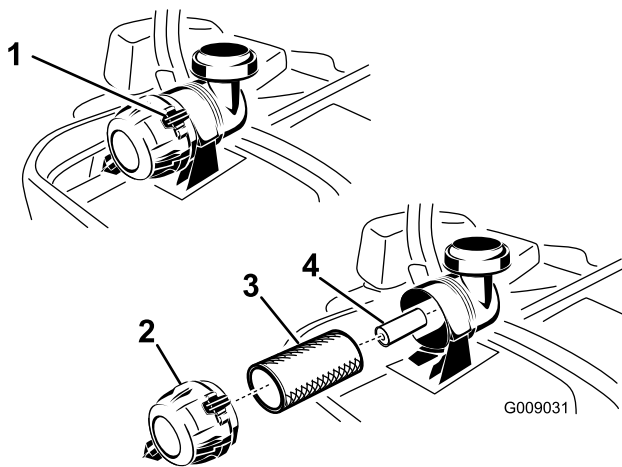

Figura 50
3. Empurre para soltar os grampos de retenção no filtro do ar e puxe a cobertura para fora do corpo do filtro (Figura 50).
5. Deslize suavemente o filtro principal para fora do corpo do filtro (Figura 50). Evite que o filtro bata na parte lateral do corpo.
1. Não limpe o filtro de papel, substitua-o (Figura 50).
2. Se substituir o filtro secundário, deslize-o cuidadosamente para o corpo do filtro (Figura 50).
3. Deslize cuidadosamente o filtro principal sobre o filtro secundário (Figura 50). Assegure-se de que está bem colocado, empurrando o anel exterior ao instalar.
4. Instale a cobertura do filtro do ar com a tampa do respiro para baixo e rode de modo a que os grampos de retenção prendam a cobertura no lugar (Figura 50).